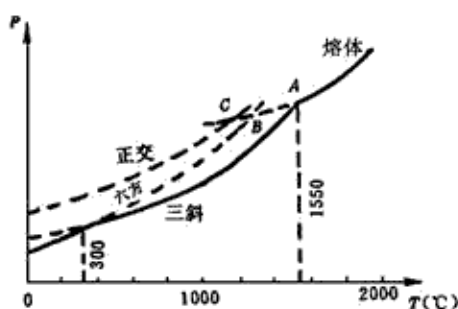

图6-2
(2) 三斜与六方晶型的转变是可逆的。因为六方晶型加热到转变温度会变成三斜晶型, 而高温稳定的三斜晶型冷却到转变温度又会转变成六方晶型。
(3) 正交晶型是介稳态。
6-5 图6-2是具有多晶转变的某物质的相图, 其中DEF线是熔体的蒸发曲线。KE是晶型 I 的升华曲线; GF是晶型II的升华曲线; JG是晶型III的升华曲线, 回答下列问题: (1) 在图中标明各相的相区, 并写出图中各无变量点的相平衡关系; (2) 系统中哪种晶型为稳定相? 哪种晶型为介稳相? (3) 各晶型之间的转变是可逆转变还是不可逆转变?